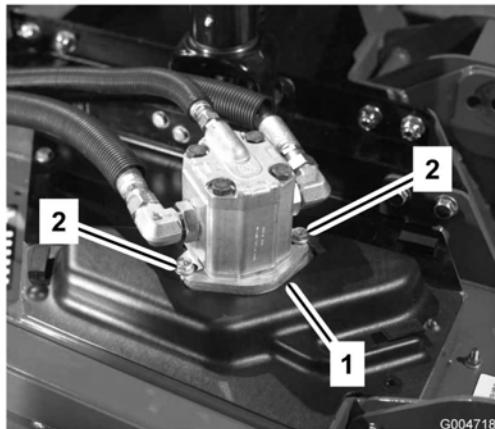

Figura 65
- Retire los pernos que sujetan el motor hidráulico a la unidad de corte (Figura 65). Retire el motor de la unidad de corte y póngalo encima de la unidad de corte.